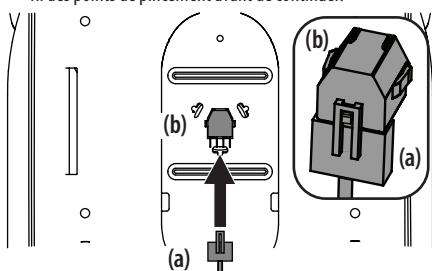

Figure 7
- Si nécessaire, connectez en toute sécurité le faisceau de fils du commutateur du siège (a) au commutateur du siège (b). Consultez la Figure 7. Eloignez en toute sécurité l'excédent de fil des points de pincement avant de continuer.